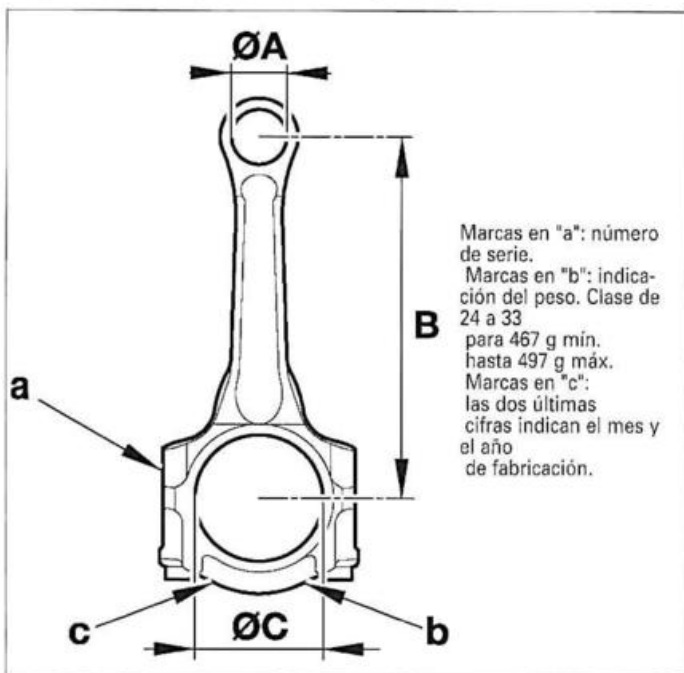

FIG. 9
Entrejes (B) (fig. 9): $133,5 \pm 0,03$ mm.